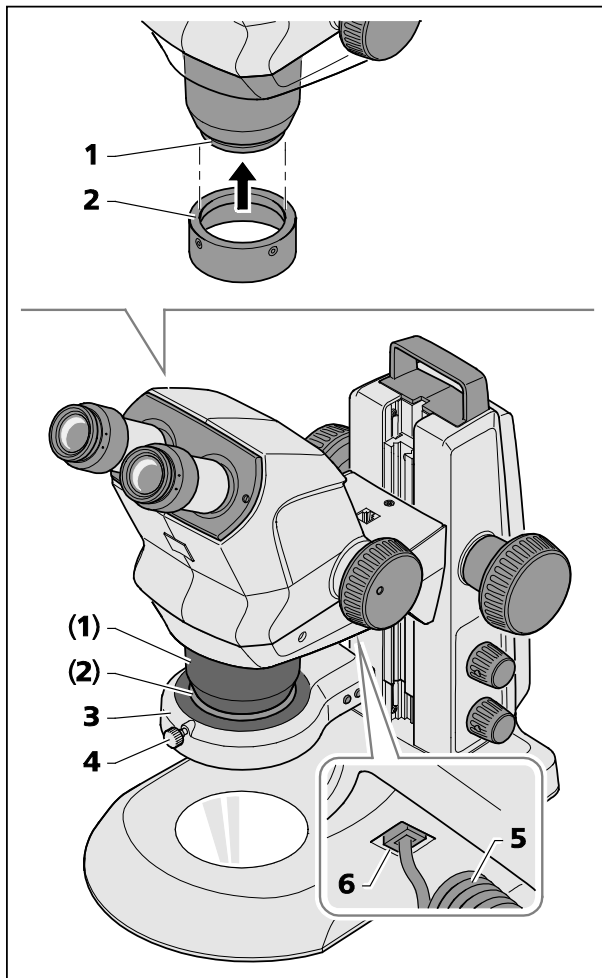

Bild 10 Ringleuchte montieren
- Den Haltering A53 (Bild 10/2) von unten auf das Staubschutzglas (Bild 10/1) des Stemi 508 aufschieben und durch Anziehen der zwei Sicherungsschrauben (Innensechskant, SW 3) fixieren.
- Das Anschlusskabel (Bild 10/5) der Ringleuchte (Bild 10/3) in die untere Buchse (Bild 10/6) des Stemi-Trägers und in die Buchse der Ringleuchte einstecken.
- Die Ringleuchte von unten auf den Haltering A53 (Bild 10/2) aufschieben und mit der Rändelschraube (Bild 10/4) fixieren.